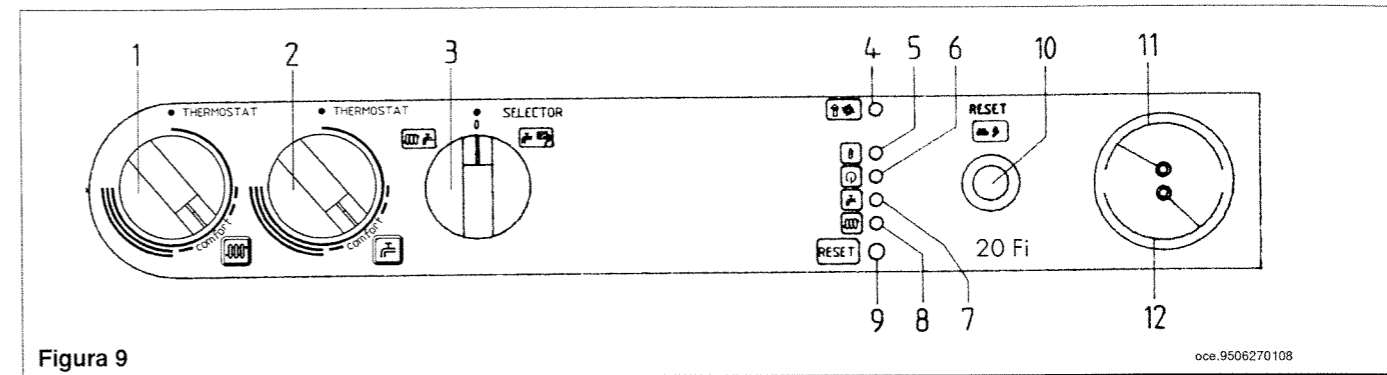

Figura 9
- * aprire il rubinetto gas e ruotare la manopola (3) di figura 9 predisponendo la caldaia in posizione Estate (Estate);
Con questo potenziometro è possibile regolare il tempo di attesa in riscaldamento ad ogni intervento del dispositivo di regolazione (1 figura 9 pagina 13) da 1 a 7 minuti.